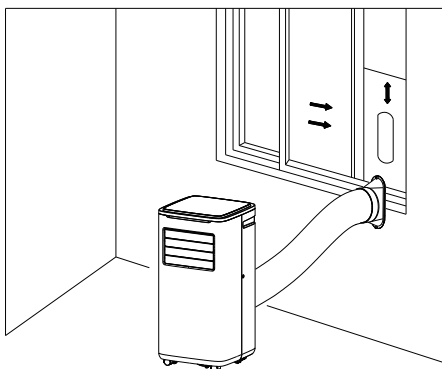
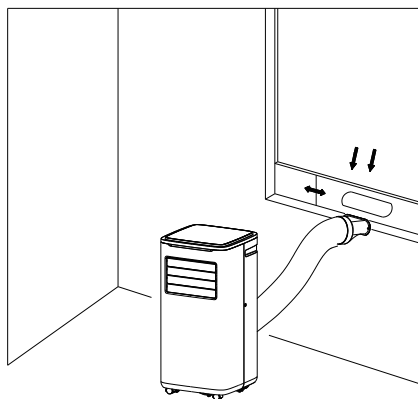

Fig.5
Fig.6
2) Allongez le tuyau d'échappement et enclenchez l'extrémité plate des raccords du tuyau d'échappement dans le trou de l'assemblage de la plaque d'étanchéité de la fenêtre (comme indiqué sur la Fig.5 et la Fig.6).